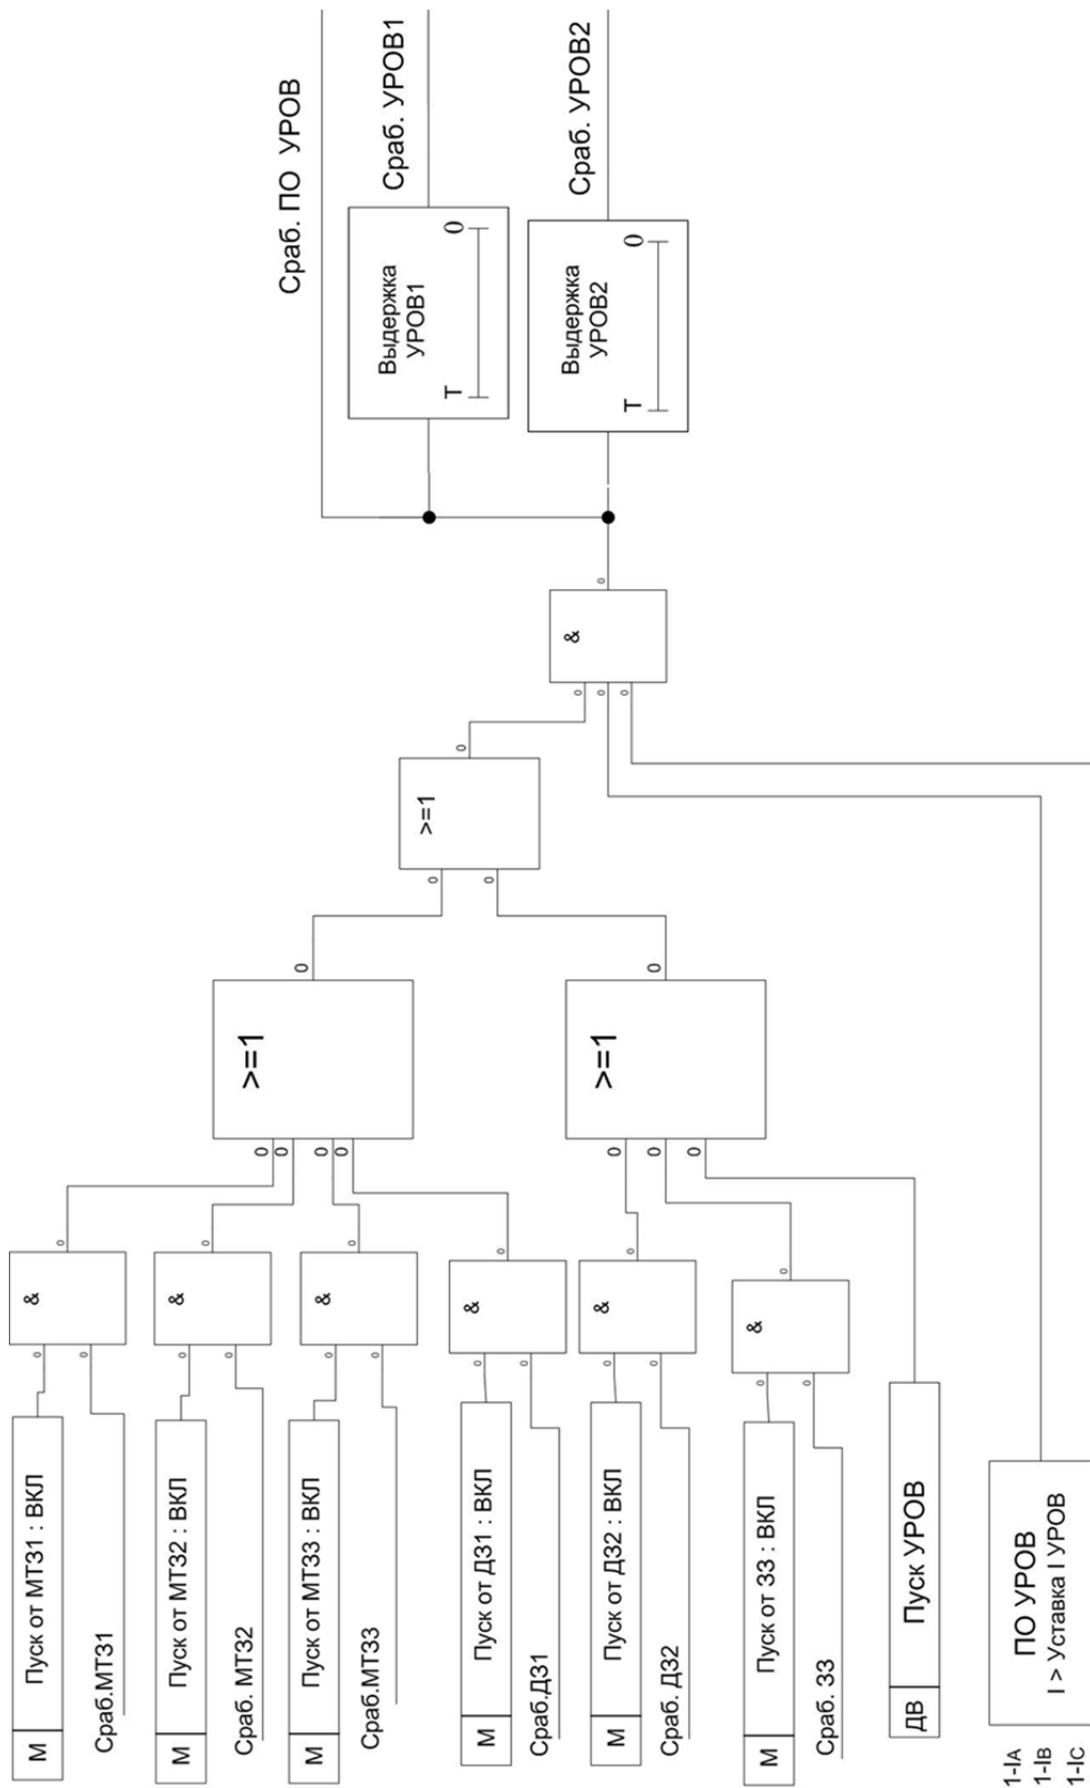

Рис. 3.8 Устройство резервирования отказа выключателя
3.5.9 Функциональная схема УРОВ показана на рис. 3.8. На функциональной схеме присутствуют следующие обозначения: